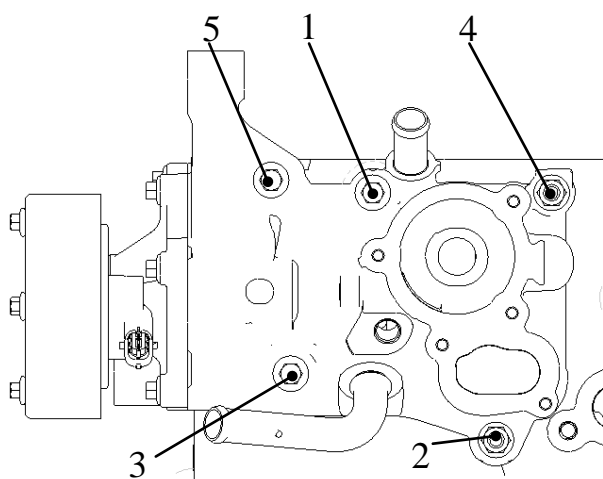

图 L-6 螺栓拧紧顺序图
- 3)、将水泵和模块总成①装于缸体安装面，在对应位置导入 3 只螺栓⑤和 2 只螺栓⑥，先预拧紧使水泵模块能够压合，再拧紧至规定力矩，见图 L-6。可以采用以下两种方式拧紧